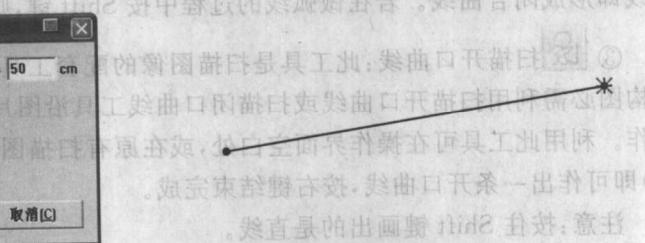

图 2-2-16
② 连接两点：单击任意所需连接的两点，即连接成直线(图 2-2-16)。